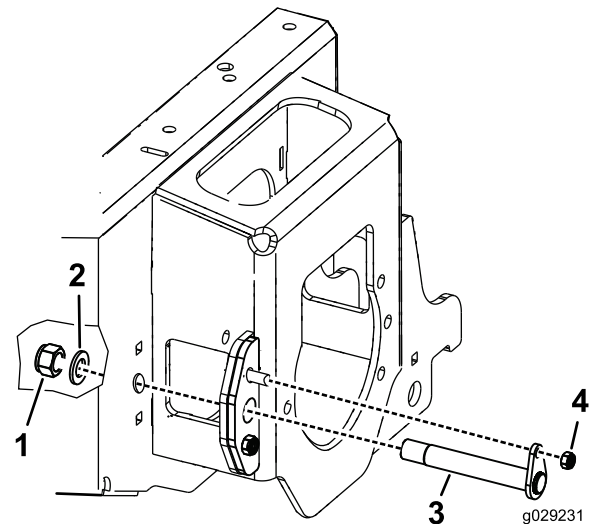

Figura 2
9. Montate il perno del braccio dall'esterno della macchina attraverso la piastra di usura e la boccola dell'articolazione del braccio di sollevamento (Figura 2).
10. Fissate il perno all'interno del telaio utilizzando il dado e la rondella M24 (Figura 2).